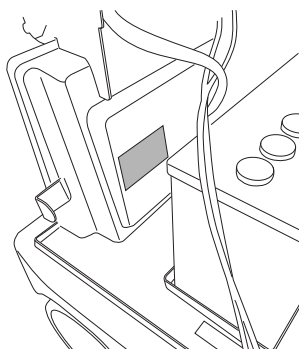

FIG. 1
Sørg for, at maskinen er forsynet med mærkat med serienummer og placeret som vist i fig. 1 (fjern øverste dæksel for at få adgang til mærkatet).
- Løft styrestangen til brugsposition (pos. fig. 1 2/A).